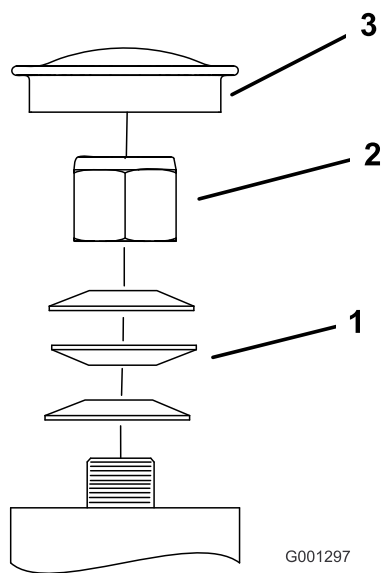

Figure 41
3. Retirez le capuchon anti-poussière de la roue pivotante et serrez le contre-écrou (Figure 41).
4. Continuez de serrer le contre-écrou jusqu'à ce que les rondelles élastiques soient aplaties, puis desserrez-le de 1/4 de tour pour obtenir la précharge correcte des roulements (Figure 41).
Important: Veillez à placer les rondelles comme illustré (Figure 41).
5. Remettez le capuchon anti-poussière en place (Figure 41).